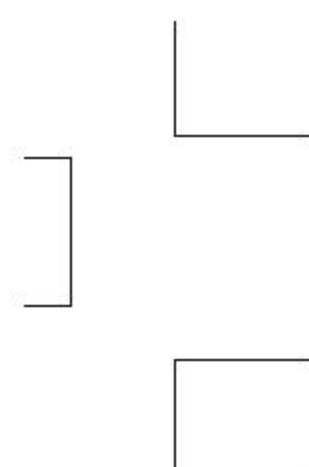

图8-20 绘制线段
**05** 调用L【直线】命令，绘制连接线段，结果如图8-20所示。